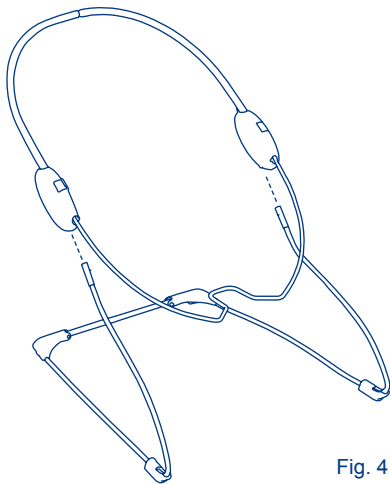

Fig. 4
- 4) • Attach the upper frame assembly to the frame base by inserting the ends of the base frame wires into the corresponding holes on the backrest tube hub. Be sure that each side snaps into place. (Fig. 4)
- Coloque el montaje del armazón superior en la base del armazón introduciendo los extremos de los alambres del armazón de la base en los agujeros correspondientes del cubo del tubo del reposapiés. Asegúrese de que cada lado se traben bien. (Fig. 4)
- Fixez l'ensemble du cadre supérieur à la base du cadre en insérant les extrémités des cadres métalliques dans les trous correspondants de l'embout de tube du dossier. Assurez-vous que chaque côté s'enclenche en place. (Fig. 4)